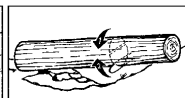

Abb. 16C
3. Stamm an beiden Enden abgestützt: Schneiden Sie zuerst 1/3 des Stammdurchmessers von oben nach unten, um ein Abspplittern zu vermeiden. Schneiden Sie dann von unten auf den ersten Schnitt zu, um ein Festklemmen zu vermeiden (Abb. 16C).